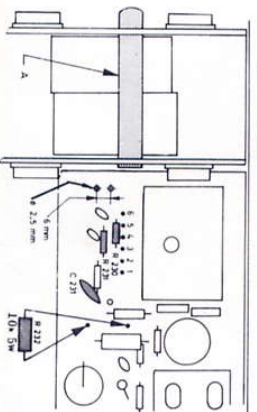

Fig. 5. Montering av kantkontakt for stereodekoder 4-2 i Huldra 8.
- Ta glasset ut av kabinettet. Fig. 5 og 6 viser MF-platen i apparatet med lavere serienummer enn 427 200. I apparatet med høyere serienummer er kondensatorene C238 og C242 montert på komponentsiden. Videre er blå og sort ledning koplet til venderseksjonen. Punkt 6 og 7 i monteringsavvisningen kan utelates for høyere serienummer.
4. Bør et 2,5 mm hull i platen som vist på fig. 5.
8. Ta ut festebylen A (fig. 5) og monter den som vist på figuren. Plugg dekoderen inn i kantkontakten. Foliesiden skal vende mot FM-detektor boksen. Monter feste skrue fra MF-platens folieside.